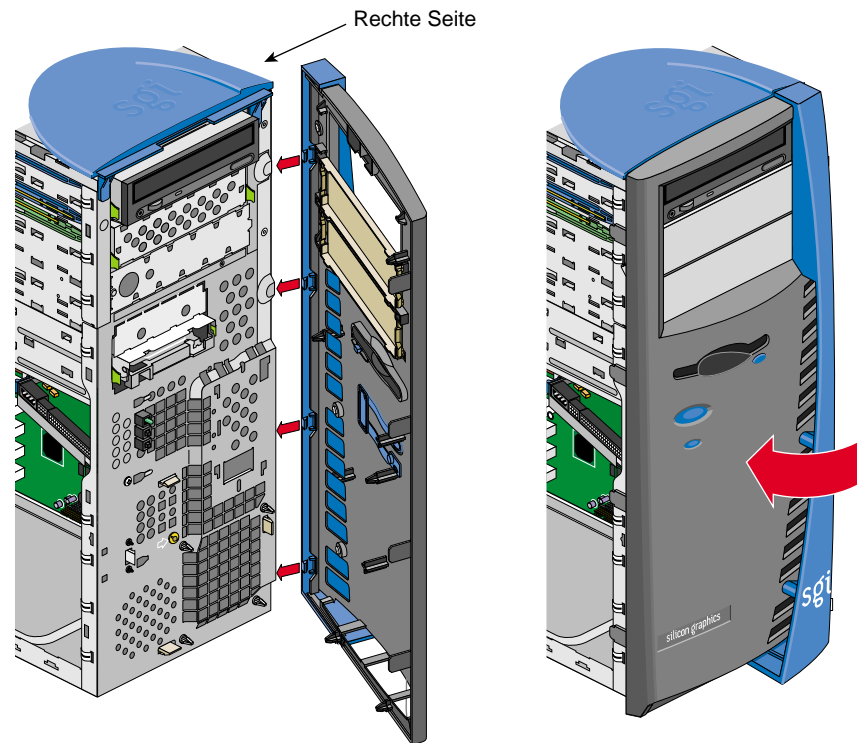

Abbildung 2-37 Anbringen der Frontblende
- An der rechten Seite der Frontblende befinden sich vier Laschen (siehe Abbildung 2-37).
- Führen Sie die vier Laschen an der rechten Seite der Frontblende in die entsprechenden Aussparungen im Gehäuse ein (siehe Abbildung 2-37).